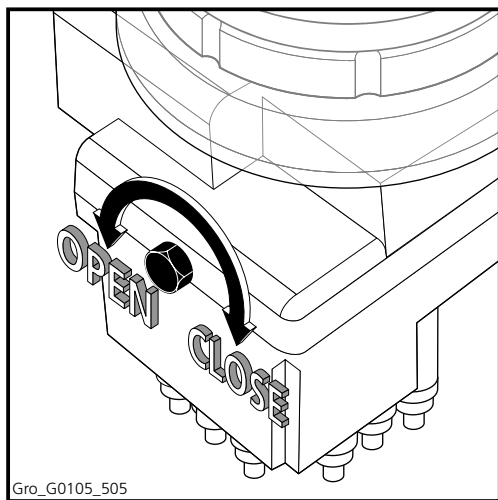

Abbildung 5.6 Entlüftungsschraube
2. Öffnen Sie die Entlüftungsschraube (Abbildung 5.6).
4. Schließen Sie die Entlüftungsschraube (Abbildung 5.6).